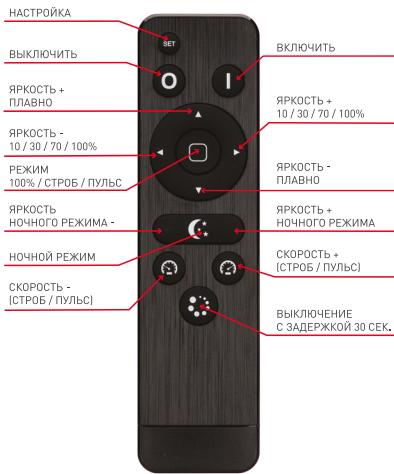

Рис. 2. Пульт ДУ.
- 3.9. Проверьте управление диммером. Успешное прохождение команды пульта сопровождается мерцанием зеленого светофида SIGNAL на корпусе диммера. Назначение кнопок пульта ДУ показано на Рис. 2.